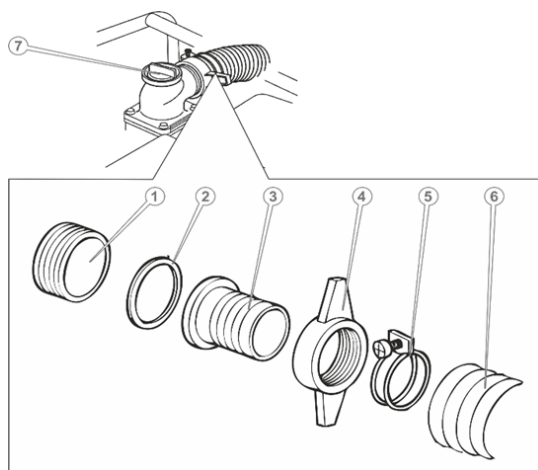

Рисунок 3. Схема під'єднання вихідного рукава до насоса.
2. Під'єднати рукав відповідного діаметру з робочим тиском 0,3 МПа (3 бар) до вихідного патрубка (1, рис. 3; 16 рис. 1), як показано на схемі (рис. 3).